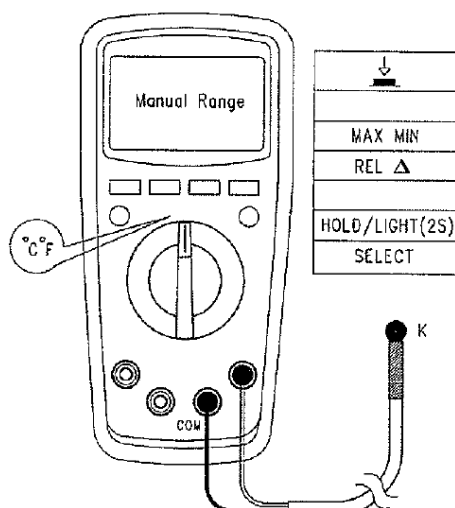

Fig. 9
7. MASURARE TEMPERATURA (doar pentru UT 139C) (fig. 9)